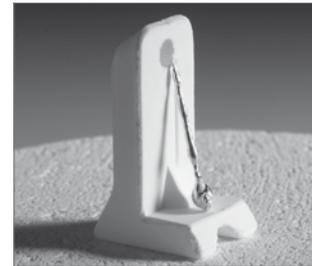

Рис. 2: температура слишком высокая
- оплавилась и превратилась в шарик: температура слишком высока (рис. 2) – уменьшите температуру